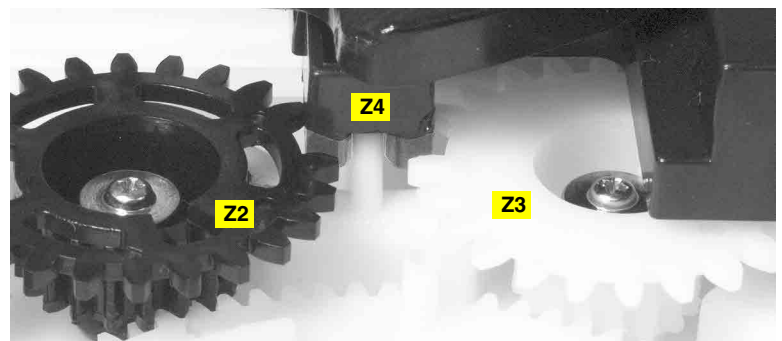

Fig. 8
- Fig. 8: Die Zahnstange Z4 muss in die Lücken der Zahnräder Z2 und Z3 eingreifen.
- Fig. 8: The toothed rack Z4 must engage with the spaces of toothed wheels Z2 and Z3.